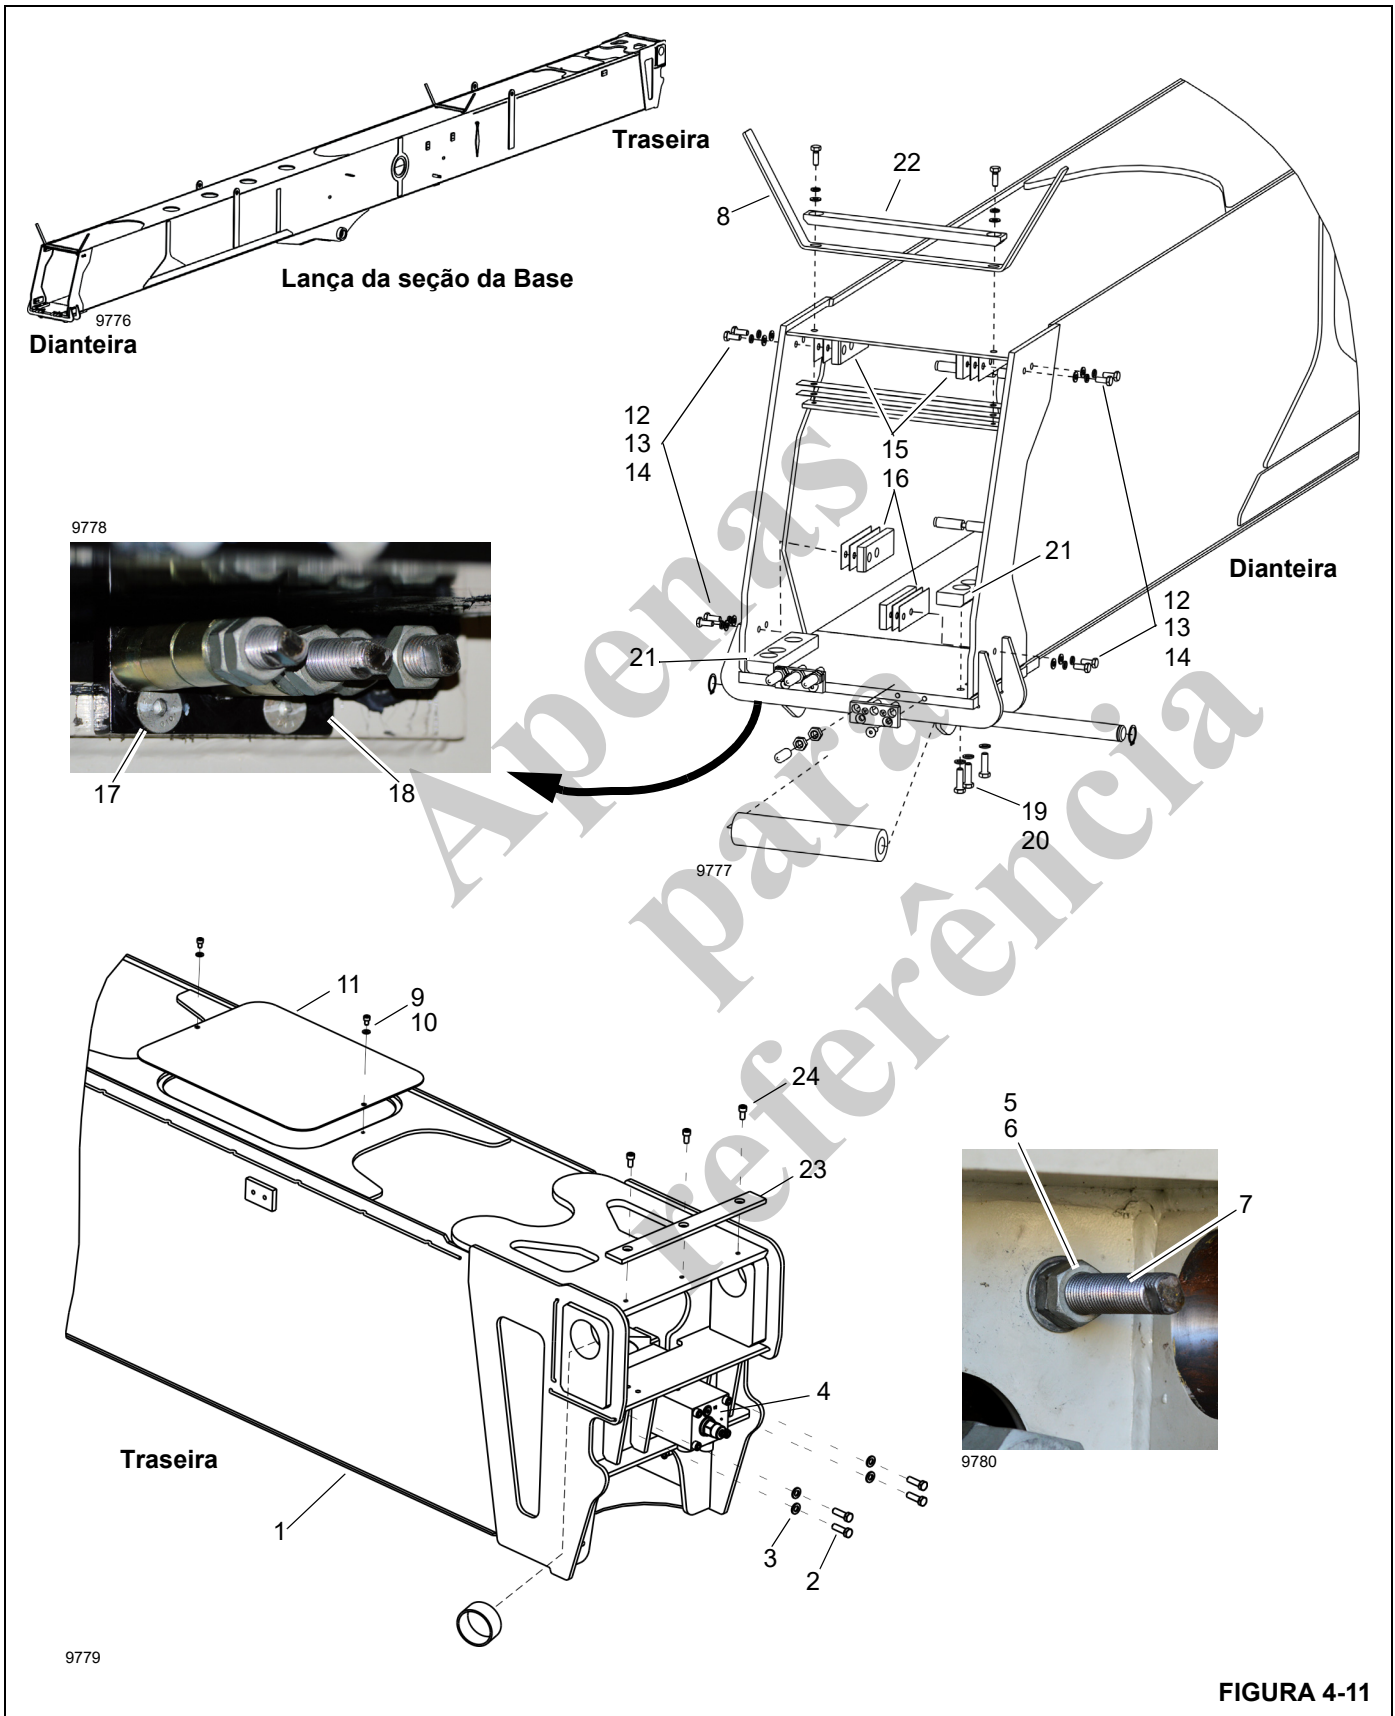

FIGURA 4-11
As etapas 1 a 3 se aplicam a uma lança que deve ser desmontada com a seção da Base (1, Figura 4-11) e o jib (se instalado) deixados no guindaste.
Tabela 4-1 Lança da seção da Base (Figura 4-11) Lista de itens
5. Remova os parafusos (2, Figura 4-11) e as arruelas (3) que fixam o cilindro de extensão do telescópio (4) à lança da seção da base (1).
6. Remova as porcas (5) e arruelas (6) dos cabos de sincronização (7) na traseira da seção da Base (1). Marque os locais das porcas e arruelas. Marque e identifique os cabos enquanto deixa as extremidades dos cabos penduradas dentro da lança.
7. Remova os elementos de fixação, as placas de desgaste e as guias dos cabos (8) da parte superior de todas as seções da lança e armazene em um lugar seguro.
8. Remova os parafusos (9), as arruelas (10) e a tampa de acesso (11) da parte superior da seção da Base (1).
11. Remova e etiquete os parafusos (12, Figura 4-11), as arruelas (13), arruelas de pressão (14), calços (15) e placas de desgaste (16) dos lados da lança da seção da Base (1).
12. Remova os quatro parafusos (17) que prendem as fixações dos cabos de retração 3/2/1 (18) na ponta inferior da lança da seção da Base (1).
13. Remova e etiquete os parafusos (19), as arruelas (20) e as placas de desgaste (21) da ponta inferior da lança da seção da Base. Puxe as fixações do cabo de retração (18) para fora e mantenha os cabos de retração esticados enquanto puxa a seção do Telescópio 1 (com Telescópio 2, Telescópio 3 e Telescópio 4) para fora da seção de Base (1). Apoie a extremidade da base da seção do Telescópio 1 conforme ela sai da lança da seção da Base.